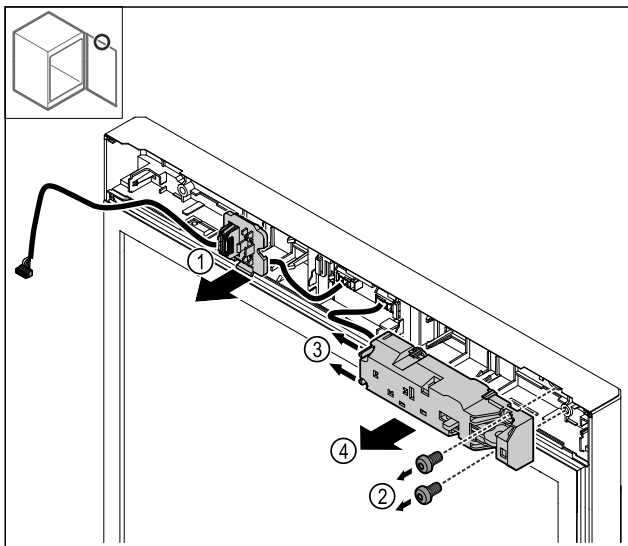

Fig. 27
- ▶ Pattintsa ki a dugófoglatot Fig. 27 (1).
- ▶ Vegye ki a csavarokat Fig. 27 (2).
- ▶ Tolja el oldalra a reteszelő nyelveket Fig. 27 (3), majd vegye le az elektromos zárat Fig. 27 (4).